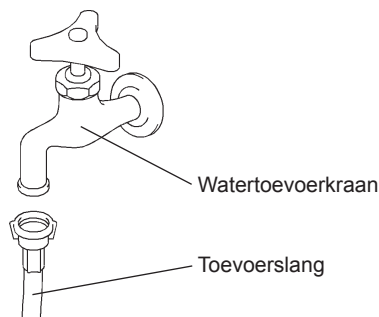

Fig. 4
- 1) Bevestig het vrije uiteinde van de toevoerslang aan de afsluitkraan (fig.4). Zorg ervoor dat de afdichting goed is aangebracht voordat u de aansluiting handvast aandraait om een waterdichte verbinding te verkrijgen. Het verdient aanbeveling een afsluitkraan te monteren op een goed bereikbare plek.